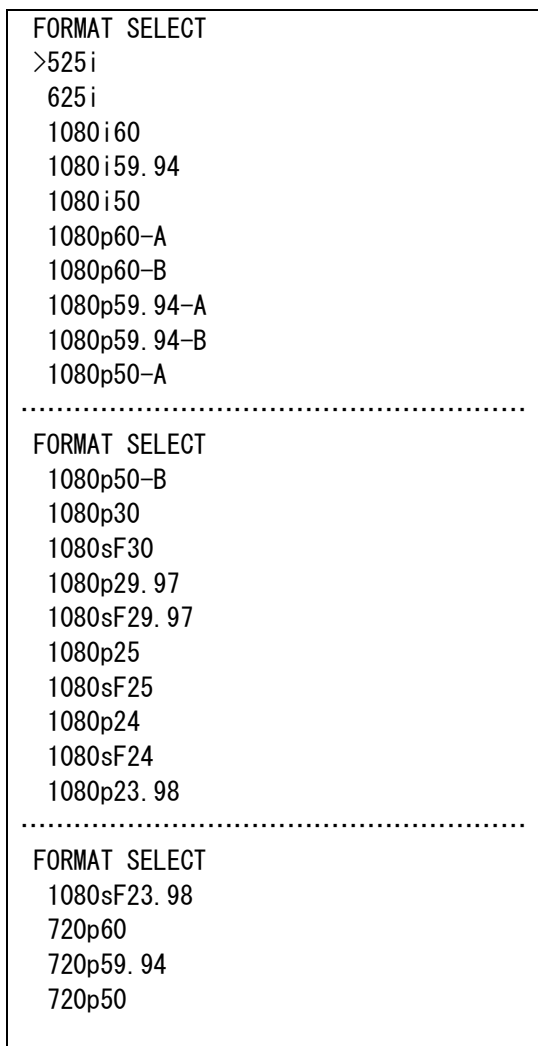

図4-58 オンスクリーンメニュー(FORMAT SELECT例)
- 1) FORMAT メニューで「FORMAT SELECT[FSEL]」を選択し、**ENTER** ボタンを押すと図 4-58 のような設定メニューが表示されます。